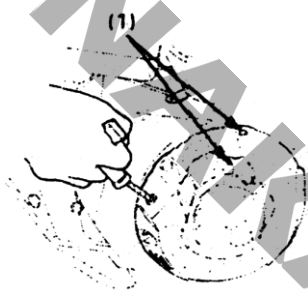

Fig. 33
- Tirare l'impugnatura del motorino di avviamento finché non si avverte una certa resistenza. Continuare a tirare finché la tacca sulla puleggia di avviamento non si allinea con il foro sull'avviatore autoavvolgente. (Fig. 33)